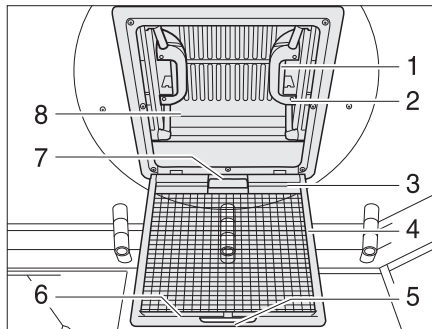

Bild 87 Dachhaube mit Schnappverschluss
- Am Griff (Bild 87,5) ziehen.
- Insektenschutz (Bild 87,4) nach unten klappen.
- Schnappverschluss (Bild 87,1) zur Innenseite der Dachhaube (Bild 87,8) drücken. Gleichzeitig mit dem Griff (Bild 87,2) die Dachhaube nach oben drücken.
- Insektenschutz (Bild 87,4) nach oben schwenken, bis er einrastet.
- An beiden Griffen (Bild 87,2) die Dachhaube (Bild 87,8) kräftig nach unten ziehen, bis beide Schnappverschlüsse (Bild 87,1) eingerastet sind.
Schließen: ■ Verdunklungsrollo am Griff (Bild 87,7) ziehen und Hakenleiste (Bild 87,3) in die Halteleiste (Bild 87,6) am Insektenschutz einhängen.
Öffnen: ■ Hakenleiste (Bild 87,3) von der Halteleiste (Bild 87,6) lösen und Verdunklungsrollo langsam zurückführen.